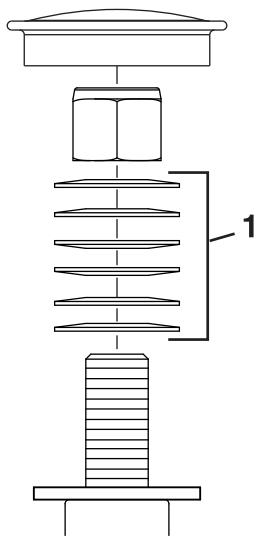

Figura 54
3. Retire el tapón guardapolvo de la rueda giratoria y apriete la contratuerca (Figura 54).
4. Apriete la contratuerca hasta que las arandelas de muelle estén planas, luego afloje ¼ de vuelta para establecer la pre-carga correcta de los cojinetes (Figura 54).
**Importante:** Asegúrese de que las arandelas de muelle están correctamente instaladas, según se muestra en Figura 54.
5. Coloque el tapón anti-polvo (Figura 54).